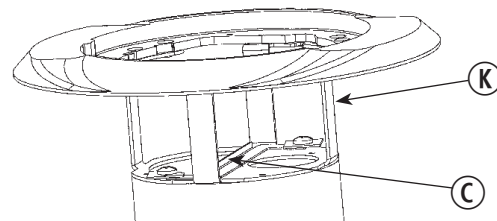

Fig. 3
- If sub-plate (B) requires installing GFCI, Surge or other receptacles with a mounting offset, use spacers provided (E) and attach receptacle.
- If sub-plate (B) contains Keystone data ports, always use blank modules provided (D) if ports are not being used.
- If sub-plate (B) is provided with power/data divider (H), make sure it has been installed in accordance with Hubbell SystemOne instructions.
- If sub-plate (B) contains duplex mountings, mount each duplex receptacle from underside of sub-plate using (2) #6-32 screws provided. Apply a thin film of silicone or RTV to screw threads before installing. Torque to 10-15 in-lbs.
- If sub-plate (B) with attached power/data divider is being installed in S1PTAVFIT poke-through (K) per Figure 3:
- If divider is installed with studs (L) on the power side, divider extension (C) is required. Ensure wires do not contact edges of extension. Otherwise divider extension (C) may be removed if desired as follows: Loosen both retaining screws 1/2 turn. Remove the divider extension by rotating it counterclockwise. After removal, retighten retaining screws to 10-15 in-lbs.
5. Align cutout in sub-plate (B) with notch in flange (F), and drop in place.
- **Lorsqu'il faut fixer à la sous-plaque (B) un DDF, un dispositif de protection contre les surtensions transitoires ou une autre prise aux bords décentrés, utiliser les cales (E) fournies pour monter la prise.**
- **Lorsque la sous-plaque (B) comprend des ports de données Keystone, toujours utiliser les dispositifs d'obturation (D) fournis pour condamner les ports non utilisés.**
- **Lorsque la sous-plaque (B) comprend un séparateur (H) pour l'énergie et les données, s'assurer qu'il est installé conformément aux directives du SystemOne de Hubbell.**
- **Lorsque la sous-plaque (B) comprend des dispositifs doubles, monter chaque prise double à partir de l'intérieur de la sous-plaque avec les deux (2) vis n° 6-32 fournies. Appliquer une mince pellicule de silicone ou de RTV sur les filets des vis avant de fixer. Serrer à un couple de 1,13 à 1,74 N•m.**
- **Lorsque la sous-plaque (B) munie d'un séparateur pour l'énergie et les données est montée dans une traversée de plancher S1PTAVFIT (K) comme à la Figure 3 :**
- Lorsque le séparateur est fixé à l'aide de goujons (L) du côté énergie, une rallonge (C) de séparateur est requise. S'assurer que les fils ne touchent pas aux bords de la rallonge. La rallonge (C) de séparateur peut être retirée au besoin comme suit : Desserrer les deux vis de retenue de 1/2 tour. Retirer la rallonge de séparateur en la faisant tourner dans le sens contraire des aiguilles d'une montre. Après le retrait, serrer à nouveau les vis à un couple de 1,13 à 1,69 N•m.
5. Aligner la découpe dans la sous-plaque (B) avec l'encoche du collet (F) puis insérer.